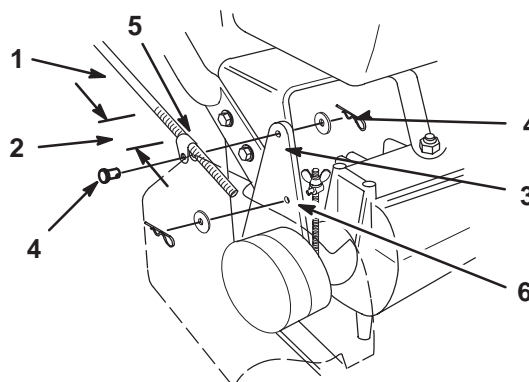

Figure 8
1. Vérifiez que les raccords sont placés à intervalles réguliers sur chaque tige de commande. Les raccords doivent se trouver à environ 89 mm du début du filetage (Fig. 8).
2. Enfilez les axes de chapes dans les raccords et les trous de montage des pattes de la poulie de tension (en passant par l'extérieur) (Fig. 8). Fixez-les en place avec les rondelles et les goupilles fendues (Fig. 8).